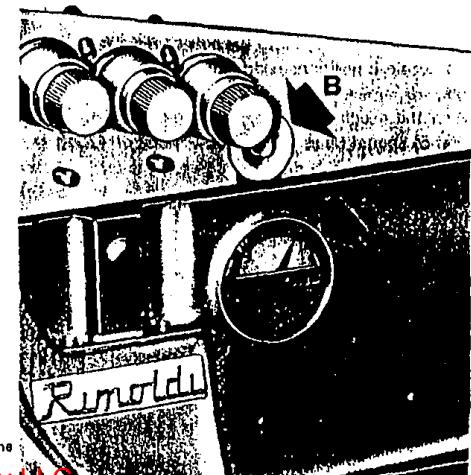

Fig. 4
2. Per il rifornimento completo versare nel foro circa 600 grammi di olio e controllare che l'ago dell'indicatore di livello (fig. 4-A), posto sulla parte anteriore della testa, raggiunga la posizione MAX (fig. 4); tenendo presente che il movimento dell'ago ha un certo ritardo rispetto all'aumento di livello dell'olio (si muove dopo che sono stati versati circa i 2/3 della capacità della bacinella).
6. Durante il funzionamento controllare il circuito di lubrificazione attraverso la spia trasparente del coperchio distribuzione olio, situato sotto il coperchio delle tensioni fig. 4.
2. For a full supply pour about 600 grams of oil into the hole and check that the needle of the oil-level Indicator (Fig. 4-A), which is on the front of the head, indicates MAX (Fig. 4). Note that there is a delay between increase of the level of oil and movement of the needle (it begins to move the reservoir is about two thirds full).
6. While it is running, check the lubrication circuit through the window in the oil distribution cover, which is under the tension-cover.(Fig.4) Important